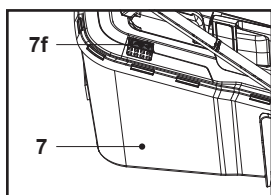

Fig. 13
1. Când trapa (7f) este deschisă, colectorul de iarbă (7) mai are suficient loc pentru iarbă (fig. 13).